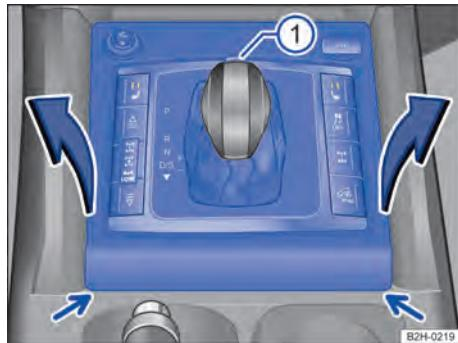
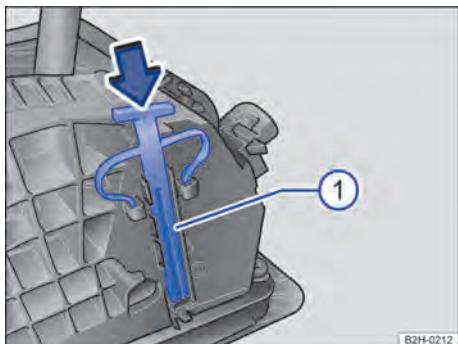

Fig. 171 Desmontar a cobertura do quadro da alavanca seletora.
Fig. 172 Embaixo da cobertura do quadro da alavanca seletora: destravamento de emergência do bloqueio da alavanca seletora.
O destravamento de emergência → Fig. 172 ① encontra-se debaixo da cobertura do quadro da alavanca seletora → Fig. 171 ①, visto pelo sentido de direção, no lado direito. Para destravar o bloqueio da alavanca seletora, é necessário um objeto adequado, por exemplo, uma chave de fenda.
- Remover com cuidado a cobertura do quadro da alavanca seletora → Fig. 171 (setas), por exemplo, com uma chave de fenda.
- Com a lâmina plana da chave de fenda das ferramentas de bordo, pressionar cuidadosamente a alavanca de destravamento, no sentido da seta → Fig. 172, e manter nessa posição.
- Pressionar o botão bloqueador dianteiro na manopla da alavanca seletora → Fig. 171 ① e levar a alavanca seletora para a posição N.